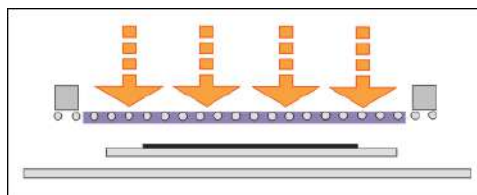

Imagen 206\_03
5. Aplicar presión para efectuar el contacto (Imagen 206\_03)